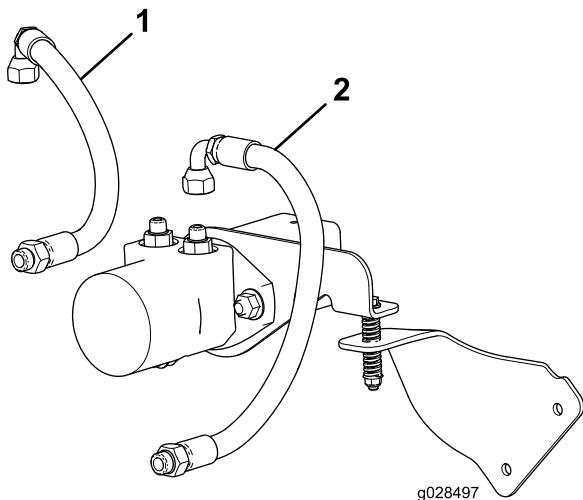

図 4
3. 2本の油圧ホースの90度フィッティング 2本のストレートフィッティングに接続されている 図 4 を 5064Nm $5.16.5\text{kg.m} = 3747\text{ft-lb}$ にトルク締めする。